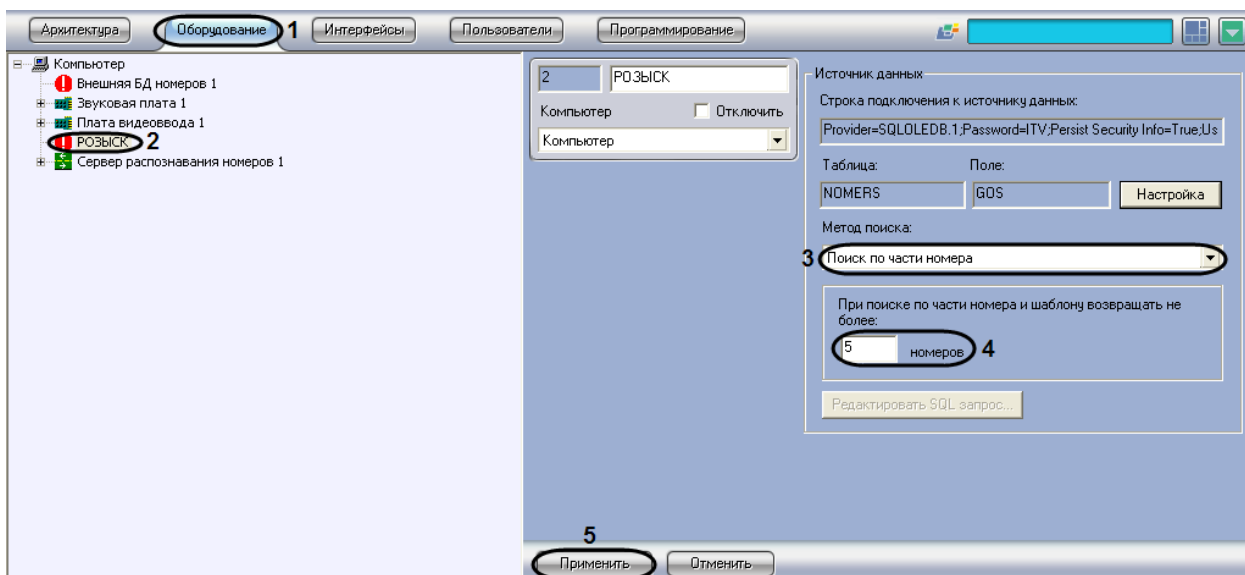

Рис. 7.5-11. Выбор метода поиска «Поиск по части номера» или «Поиск по шаблону»
1. Перейти на вкладку «Оборудование» диалогового окна «Настройка системы» (Рис. 7.5-11, 1).
2. Выбрать в дереве объект «Внешняя БД номеров» (Рис. 7.5-11, 2).
3. Из списка «Метод поиска» выбрать значение «Поиск по части номера» или «Поиск по шаблону» (см. Рис. 7.5-11, 3).
4. В поле «При поиске по части номера или шаблона возвращать не более ... номеров» ввести максимальное количество номеров, возвращаемое при поиске по части номера или номерному шаблону во внешней базе данных номеров (см. Рис. 7.5-11, 4).
5. Нажать кнопку «Применить» (см. Рис. 7.5-11, 5).